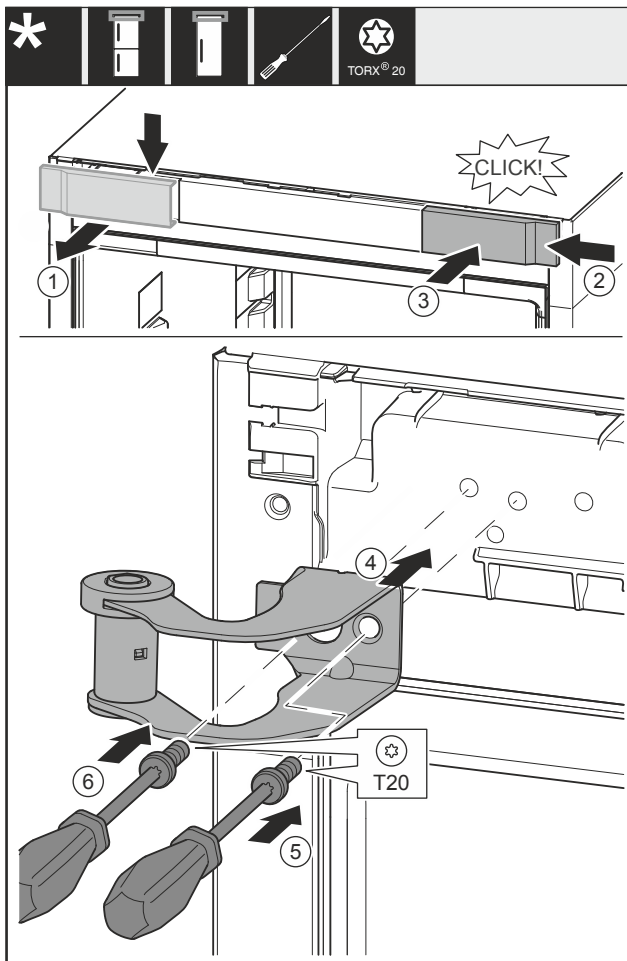

Fig. 36
- ▶ Снимите крышку Fig. 36 (1) сверху вперед.
- ▶ Навесьте крышку Fig. 36 (2), повернув ее на 180°, справа с другой стороны.
- ▶ Зафиксируйте крышку Fig. 36 (3).
- ▶ Установите верхний опорный кронштейн Fig. 36 (4).
- ▶ Затяните винт Fig. 36 (5).
- ▶ Затяните винт Fig. 36 (6).